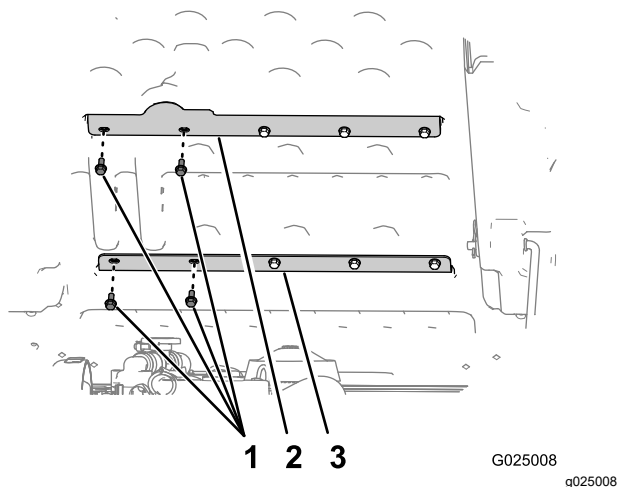

Figura 4
1. Rimuovete i 2 bulloni più a sinistra (5/16" x ¾") che assicurano il supporto superiore del pianale al pianale stesso (Figura 4).
2. Rimuovete i 2 bulloni più a sinistra (5/16" x ¾") che assicurano il supporto inferiore del pianale al pianale stesso (Figura 4).